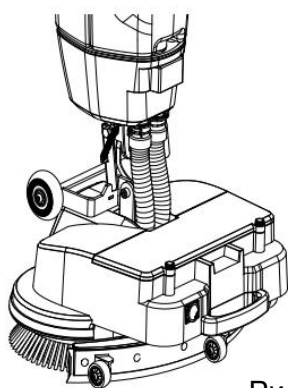

Рис.1
4. Открутите два винта крышки аккумуляторного отсека и откройте крышку (см. рисунок 1).